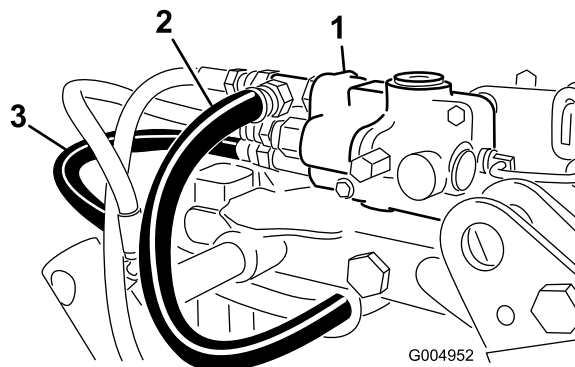

Figura 29
8. Pase los manguitos de presión hidráulica y del depósito hasta la válvula y conéctelos (Figura 29).